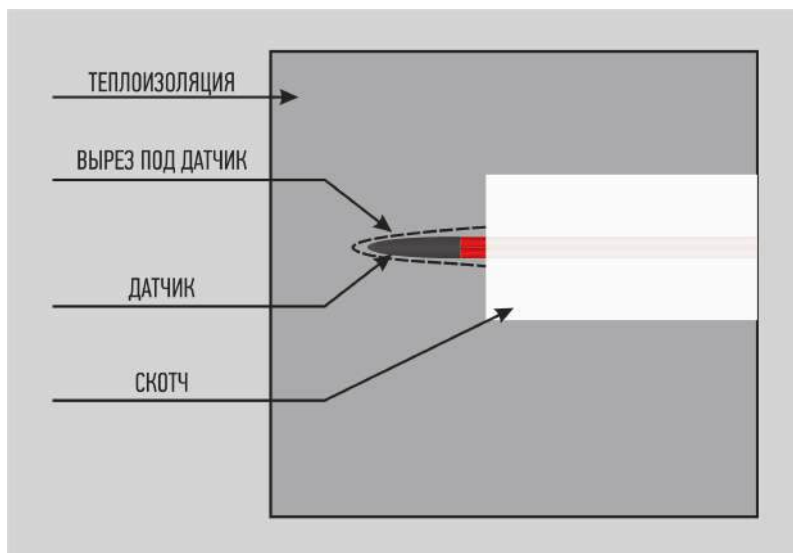

Рис. 6
7. Прикрепите температурный датчик скотчем к верхней стороне теплоизоляционного материала, предварительно сделав вырез под него и его провод (рис. 6).